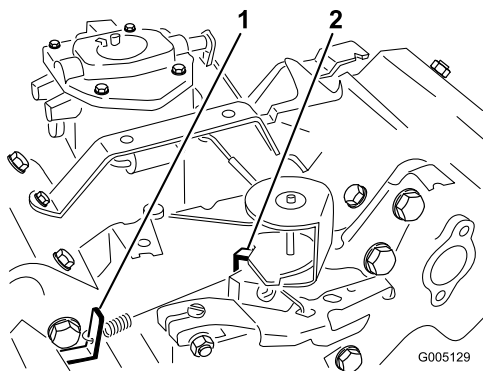

図 36
3. 長足アイドル・スプリング・アンカーの耳(図 36)を曲げて、エンジン速度を 1625 ± 100 RPM に調整する。タコメータで速度を確認のこと。
5. スロットル・コントロールをFAST位置とする。ハイ・アイドルが 2850 ± 50 RPM となるように、高速スプリング・アンカーのトンゲ(図 36)を曲げて調整する。